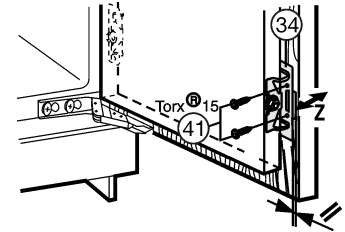

Fig. 21
- ▶ Visser la porte de l'appareil en fixant des vis Fig. 21 (41) à travers les étriers Fig. 21 (34) sur la porte du meuble.